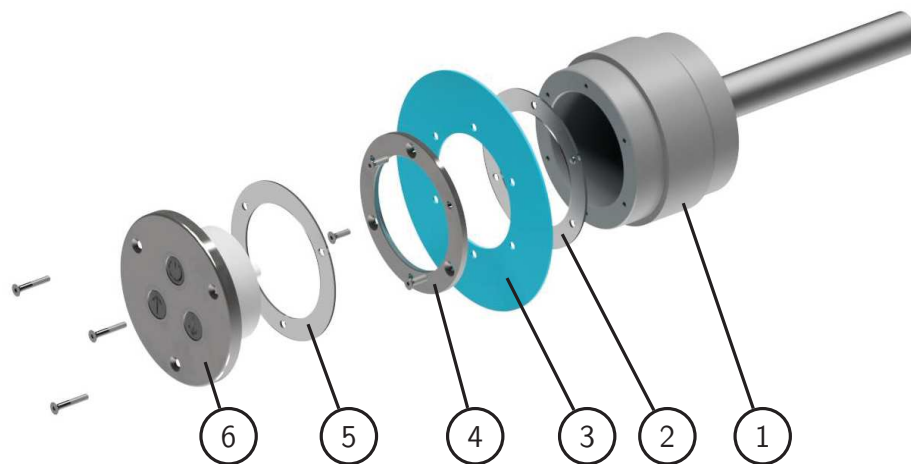

Abbildung 6: Explosionsansicht des Piezo-Schalters.
Abbildung 6 zeigt die Reihenfolge bei der Montage des Piezo-Schalters. Das Gehäuse ① wird in die Betonwand einbetoniert. Zwischen Anlagefläche des Gehäuses und der Schwimmbadfolie ③ wird die Dichtung (mit sechs Löchern) ② gelegt / geklebt. Der Pressflansch ④ verpresst Folie und Gehäuse. Zwischen Pressflansch und Bedienfeld ⑥ wird eine weitere Dichtung ⑤ (drei Löcher) gelegt.